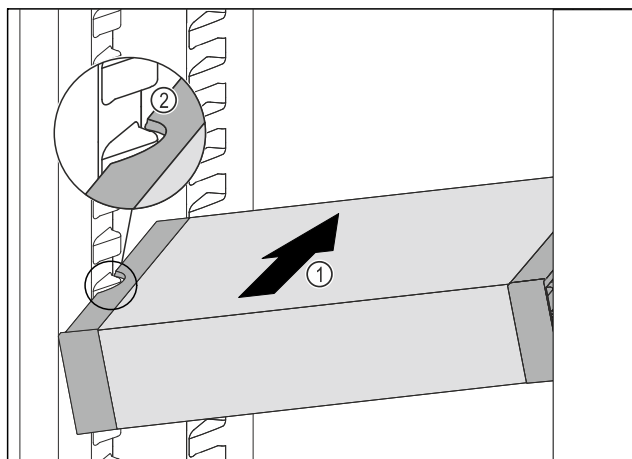

Fig. 141
- Zasuňte VarioSafe do chladničky pod úhlem tak Fig. 141 (1), aby vybrání na bocích Fig. 141 (2) VarioSafe byla na úrovni žebrování na nádoby v chladniče.